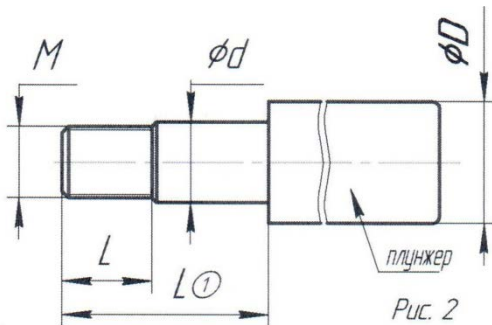

Рис. 2
- Снять размеры с хвостовика плунжера демонтированного гидроцилиндра (рис.2).